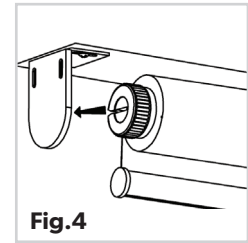

Fig.4
7. Instale el lado izquierdo deslizando la pestaña del soporte izquierdo en la ranura de la pieza de plástico (Fig.4)